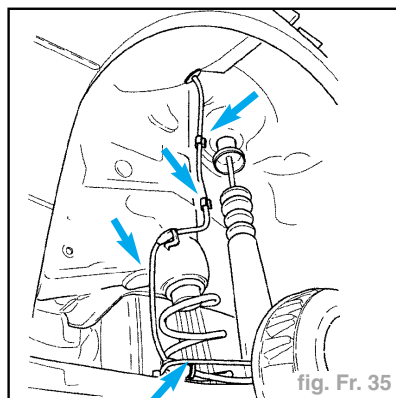

fig. Fr. 35
- Clipser le câble de capteur de vitesse (flèches) (fig. Fr. 35).